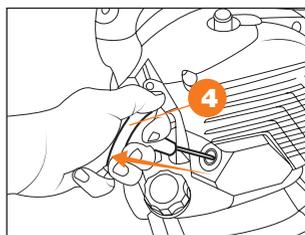

Рис. 17
- Станьте в удобное положение, держите устройство левой рукой за ручку для транспортировки и правой рукой выберите слаbinу шнура стартера до плотного зацепления барабана с маховиком. Не вытягивайте шнур более чем на 2/3 длины, потяните за ручку стартера **4** несколько раз, пока двигатель не заведется (Рис. 17).